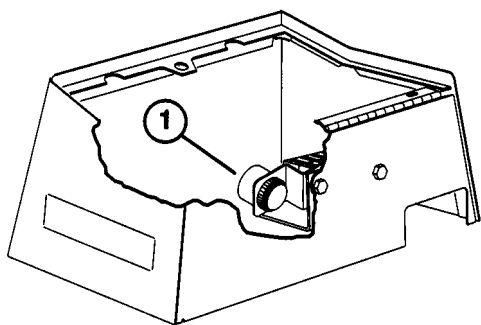

Bild 22
- Wenn die Maschine startet, ertönt kurz der Alarm (Bild 22), um darauf hinzuweisen, daß alles einwandfrei funktioniert. Wenn kein Alarmton vernehmbar ist, muß dieser von einem Techniker untersucht werden.